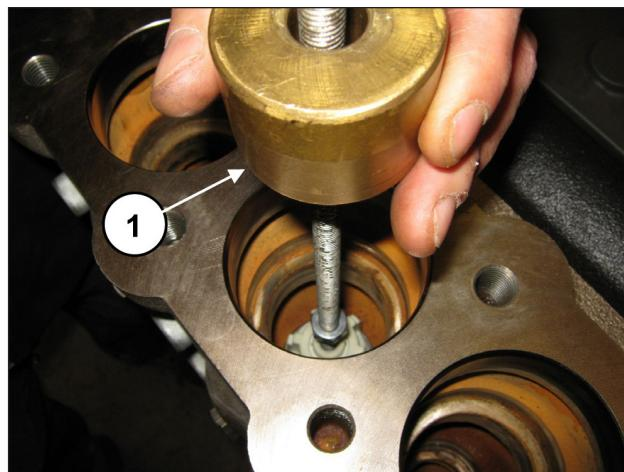

Рис. 103
Извлеките блок всасывающего клапана с помощью съемника с ударной массой (арт. 27516400), вставив его в отверстие M10 направляющей клапана (поз. ①, Рис. 103), или, в дополнение, переходника M10-M16 (арт. 25089700), установив его на резьбу M16 направляющей клапана.